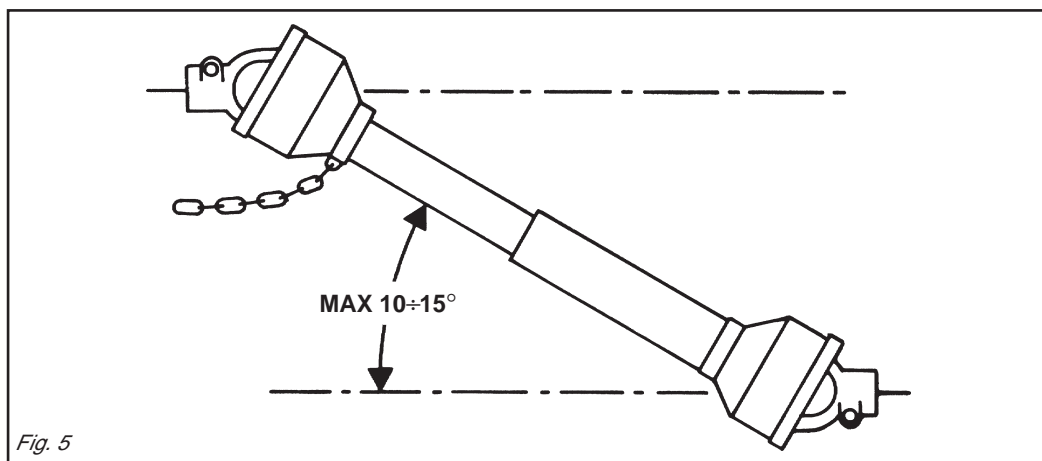

Fig. 5
- 43) Disinserire, sempre, la presa di forza quando l'albero cardanico fa un angolo troppo aperto (mai oltre i 10÷15 gradi - Fig. 5) e quando non viene usata.
- 43) *Always disengage the pto when the cardan shaft is set at an excessively open angle (never beyond 10÷15 degrees - Fig. 5) and when it is not in use.*
- 43) Die Zapfwelle immer ausschalten, wenn die Gelenkwelle einen zu großen Winkel einnimmt (nie über 10÷15 Grad - Abb. 5) und wenn sie nicht gebraucht wird.
- 43) *Débrayez toujours la prise de force quand l'angle de l'arbre à cardans est trop ouvert (jamais plus de 10÷15 degrés Fig. 5) et lorsque vous ne devez pas l'utiliser.*
- 43) Desactivar, siempre, la toma de fuerza cuando el árbol cardánico hace un ángulo demasiado abierto (nunca superar los 10÷15 grados - Fig. 5) y cuando no la usamos.